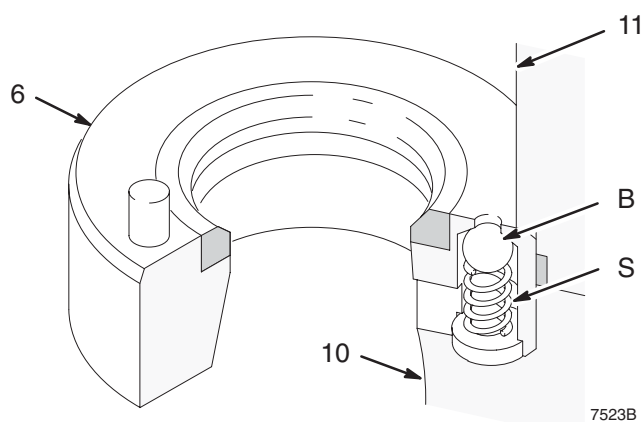

Abb. 12
12. Die Kugeln (5), Einlasssitze (6 und 34) und Dichtungen (7) entfernen.
13. Den Druckentlastungshahn im Sitz (6) auf Verstopfungen überprüfen. Die Ventilkugel (B) nach unten drücken, um zu überprüfen, ob sich Kugel und Feder (S) frei bewegen können. Siehe Abb. 12.